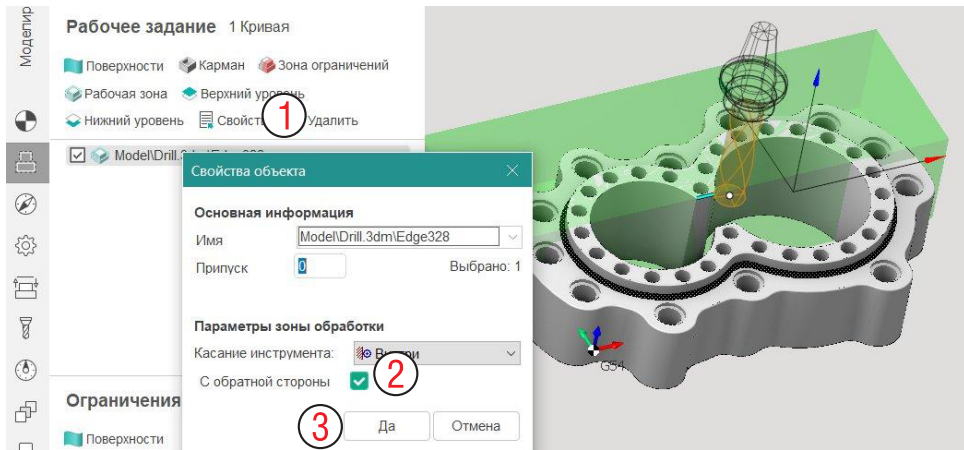

Рис. 2-20. Инвертирование рабочей зоны из меню Свойства объекта.
Если требуется другая сторона, то в списке рабочих зон надо ее выбрать и нажать Свойства (1 на рис. 2-20). В появившемся диалоговом окне включить параметр С обратной стороны (2). После нажатия Да (3), новая рабочая зона отобразится на модели.